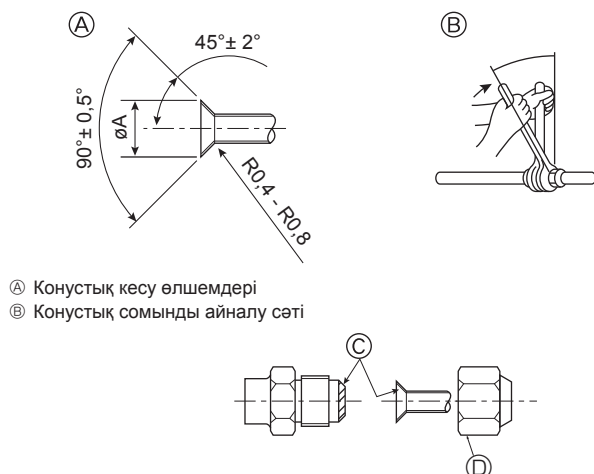

Fig. 4-7
А (Fig. 4-7)
Б (Fig. 4-7)
4.4. Құбырларды жалғау (Fig. 4-7)